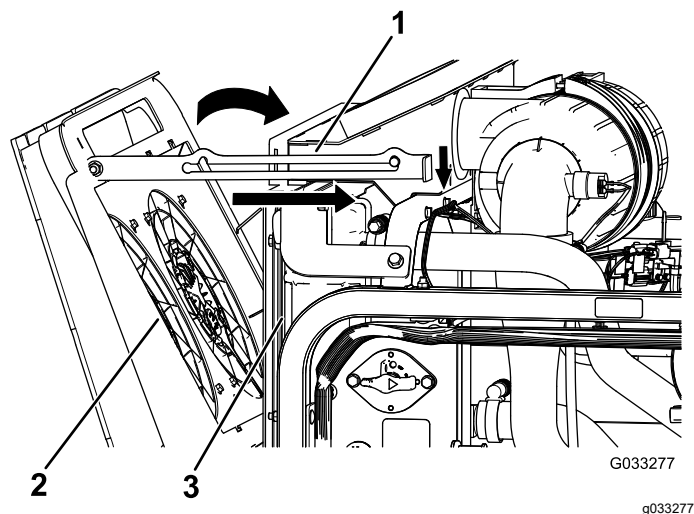

Рисунок 118
4. Поверните вентиляторы охлаждения двигателя вперед и зафиксируйте опорную стойку в выемке (Рисунок 118).